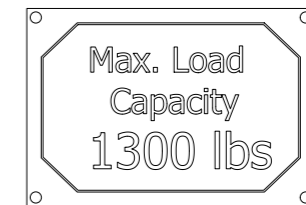

Fig. 7a MevaLite
La charge maximale d'utilisation est indiquée sur la plaque d'identification de chaque crochet de levage (Fig. 7a à 7d).
- Bonne lisibilité de la plaque d'identification (Fig. 7a à 7d)